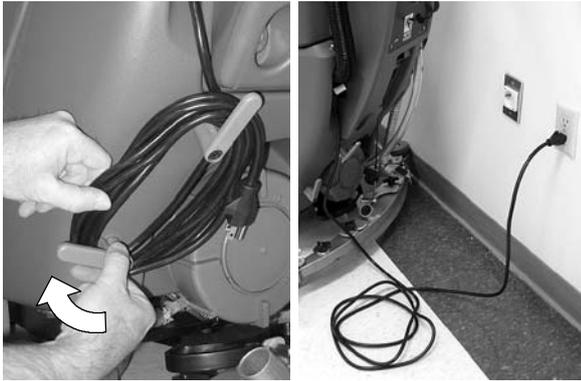

ABB. 52
12. Laden Sie die Batterien nach einer Betriebsdauer von mehr als 30 Minuten auf (Abbildung 52) (Siehe LADEN DER BATTERIEN).